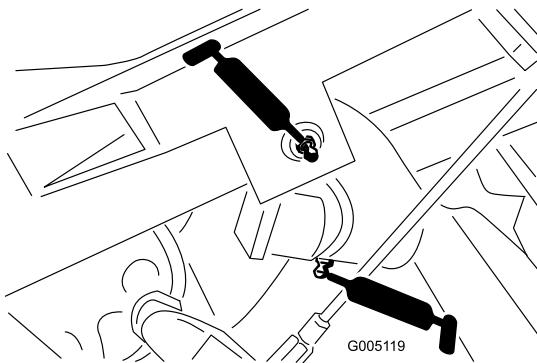

図 32
- 昇降アームのピボット3か所とピボットヒンジ3か所 **図 32**